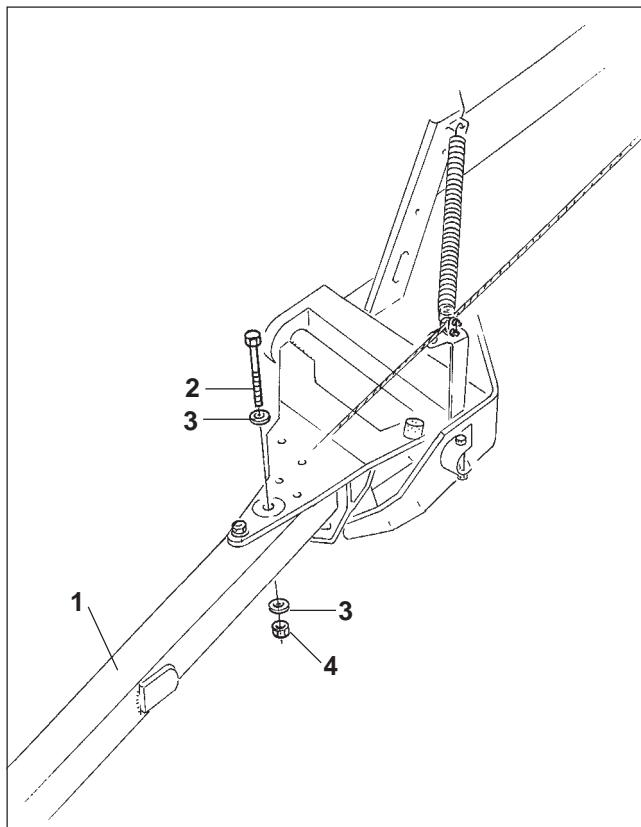

Рис. 10.16
Если маркер во время работы найдет на препятствие, кронштейн маркера (Рис. 10.16/1) сможет отклониться от этого препятствия. При этом срежется один шестигранный винт.
После того, как винт будет срезан кронштейн маркера (Рис. 10.16/1) необходимо прикрутить снова при помощи:
- шестигранного винта M10 x 110, 8.8 DIN 931 (Рис. 10.16/2),
- двух шайб 10,5 x 30 2,5 DIN 9021 (Рис. 10.16/3) и
- контргайки M10, 8 DIN 980V (Рис. 10.16/4).